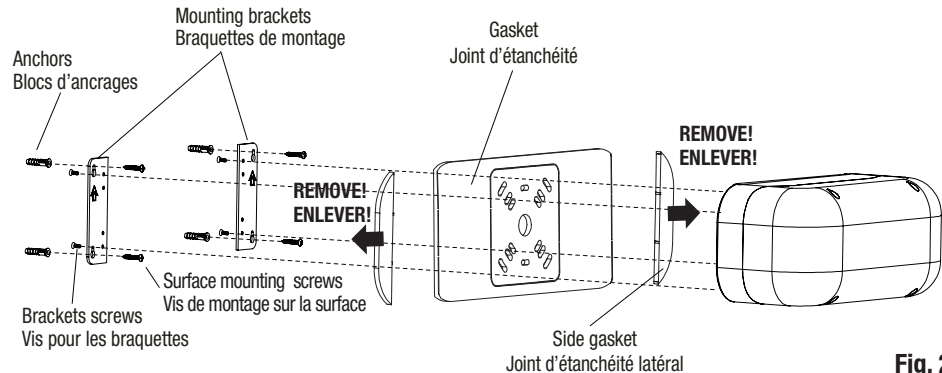

Fig. 2
- 4.b For installation with mounting brackets (Fig. 2) only, break through appropriate central knockout into the back housing. Remove the sides parts of the gasket and paste it on the back of the unit and route wires through the central hole. Mount the brackets on the back housing using the four screws provided in the hardware bag (use screwdriver PH2X). Place the housing on the required surface and use the bracket holes as a drilling template. Drill the four holes and fix the mounting anchors inside each hole.
- 6.b For installation with mounting brackets (Fig. 2) only, mount the fixture on the surface using the two brackets and the four mounting screws provided (use screwdriver PH3X). Tighten the screws enough to compress the gasket to ensure a good sealed joint.
4.b Pour installation avec braquetttes de montage seulement (Fig. 2), défoncer les orifices prédécoupés appropriés dans le boîtier arrière. Retirer les parties latérales du joint d'étanchéité et collez-le correctement à l'arrière de l'unité et passer les fils électriques par l'orifice central. Monter les braquetttes sur le boîtier arrière à l'aide des quatre vis fournies dans le sachet de pièces (Utiliser le tournevis PHx2). Placer le boîtier sur la surface requise et utiliser les trous du support comme gabarit de perçage. Percer les quatre trous et fixer les ancrages de fixation à l'intérieur de chaque trou.
6.b Pour installation avec braquetttes de montage seulement (Fig. 2), fixer l'unité en place avec l'aide de deux supports et les quatre vis de montage incluses (utiliser le tournevis PHx2). Serrer les vis suffisamment pour comprimer le joint d'étanchéité pour assurer un joint scellé.